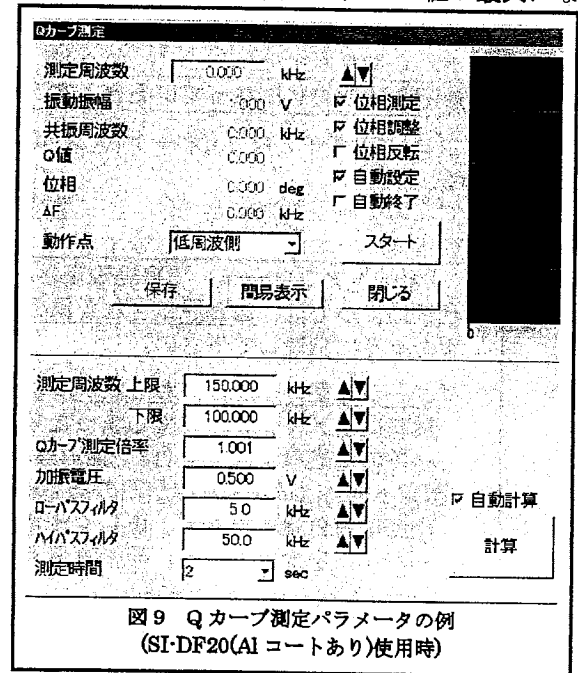

図 9 Q カープ測定パラメータの例 (SI-DF20(AI コートあり)使用時)
- (1) [測定]で[Q カープ]を選択→[Q カープ測定]表示
- (2) [Q カープ測定]のパラメータを設定(図 9、下表参照) 動作点]リストボックスでは、通常は「低周波側」を選択して下さい。